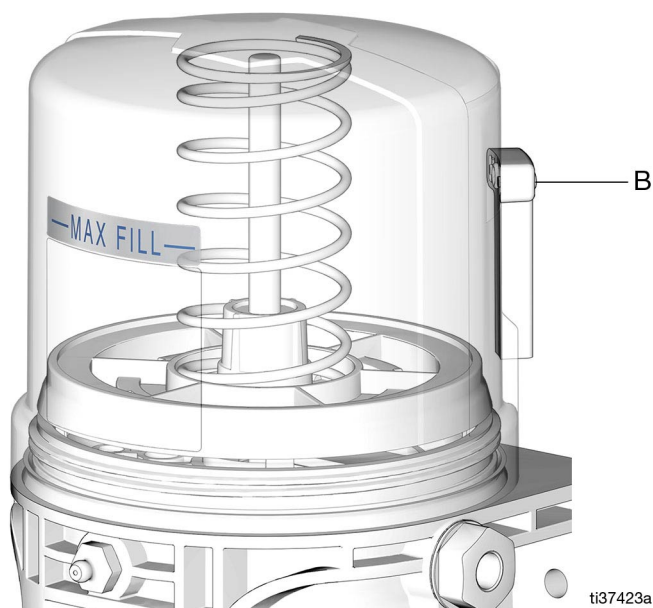

图 20
3. 将 NLGI 润脂注入到储罐的最大注入线 (图 20)。
注意: 排气管 (B) 不能用作溢出指示器 (图 20)。